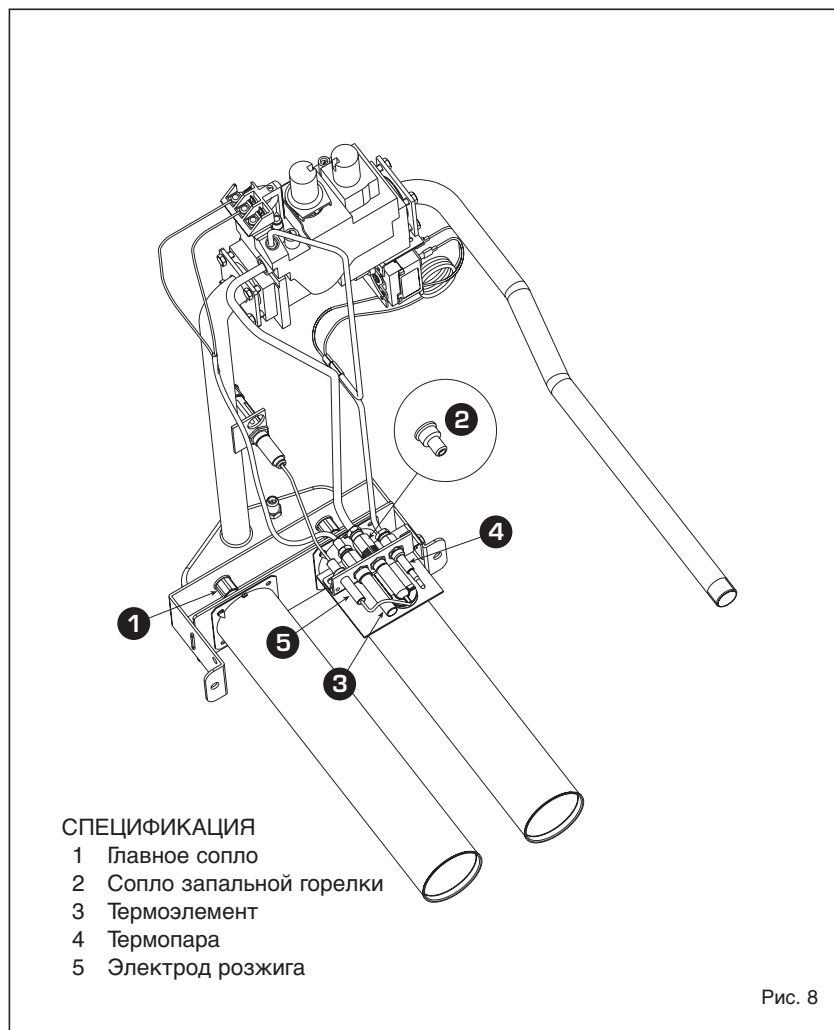

Рис. 8
4.4 ИЗМЕНЕНИЕ ТИПА ГАЗА (Рис. 8)